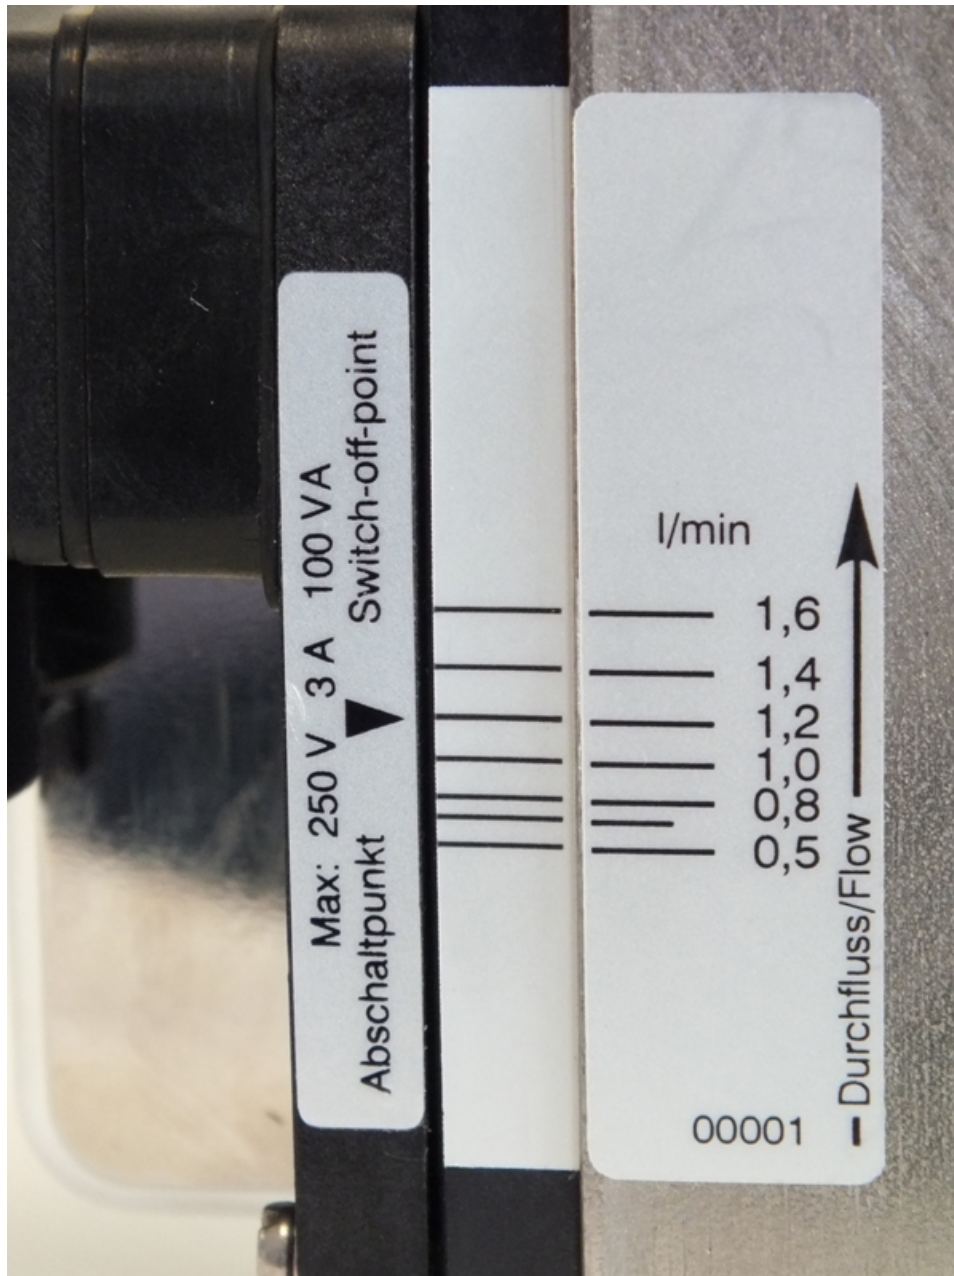

Abb. 27: Schaltwert ablesen (Beispielskala)
1. ➤ Darauf achten, dass der Einstellpfeil, der Skalenstrich des Zusatzetikettes (Führungsleiste) und der Skalenstrich der Körperskala in einer Flucht liegen (Abb. 27).